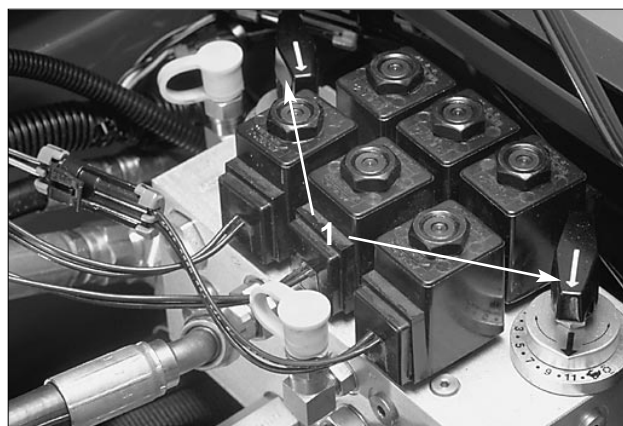

Fig. 12
**Sylinderhastighetskontroller** (fig. 12)—Regulerer fremre og bakre klippeenheters omd/min. Stilling 1 er for omsliping, de andre innstillingene for klipping.